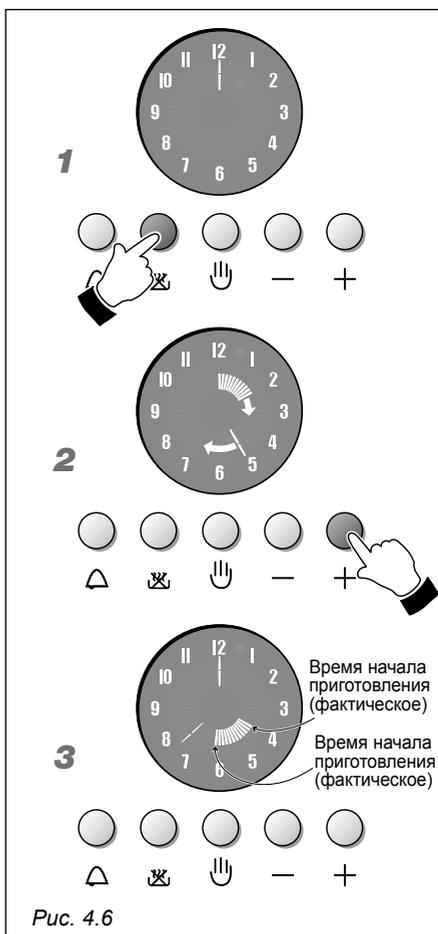

Рис. 4.6
ПОЛУАВТОМАТИЧЕСКОЕ ПРИГОТОВЛЕНИЕ (Рис. 4.6)
1. Рис. 4.6 – Для того чтобы задать время приготовления (не более 6 часов), нажмите на кнопку , светящиеся стрелки электронных часов погаснут, и загорится светящаяся стрелка, указывающая на 12.
2. Рис. 4.6 – В течение 7 секунд нажмите на кнопку , на дисплее загорится другая светящаяся стрелка (как секунды и минуты). Каждому увеличению на одну дополнительную стрелку внутреннего круга соответствует одна минута. Более того, по прошествии каждых 12 минут загорается светящаяся стрелка внутреннего круга (5 светящихся стрелок соответствуют часу). Для уменьшения необходимого времени нажмите на кнопку .
3. Рис. 4.6 – Через 7 секунд автоматически загорятся стрелки внутреннего круга, на дисплее будет указано оставшееся время приготовления.
АВТОМАТИЧЕСКОЕ ПРИГОТОВЛЕНИЕ (Рис. 4.6)